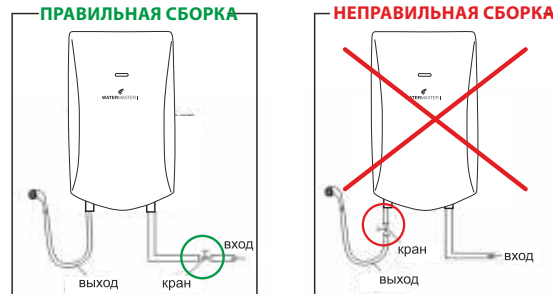

Рис. 14
4. Кран перекрывающий подачу холодной воды необходимо устанавливать перед её входом в водонагреватель. Запрещается установка перекрывающего крана на выходе горячей воды из водонагревателя. (Рис.14)